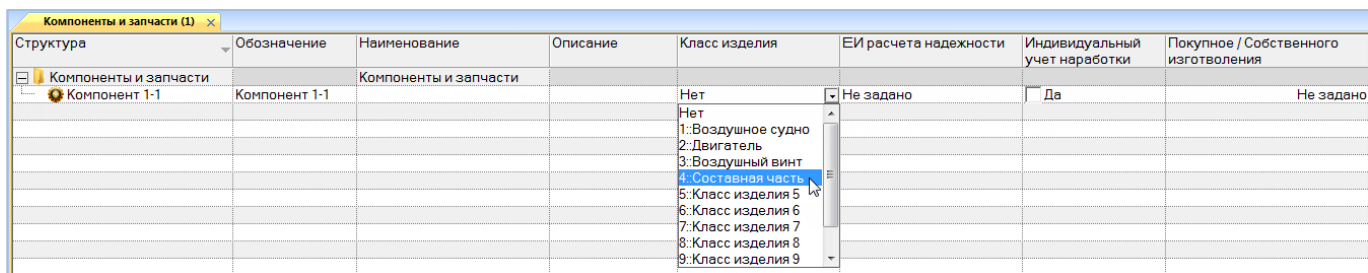

Рис. 9-39 – Выбрать класс изделия
6) Выбрать класс изделия «4:Составная часть», указывающий на то, что данный компонент является частью финального изделия (рис. 9-39).